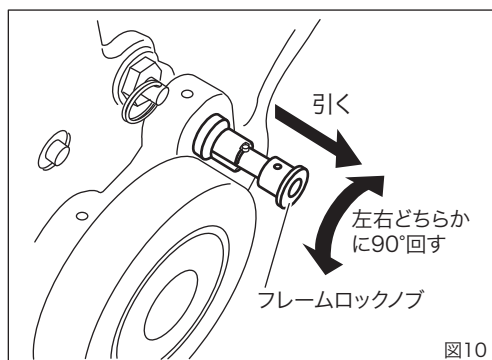
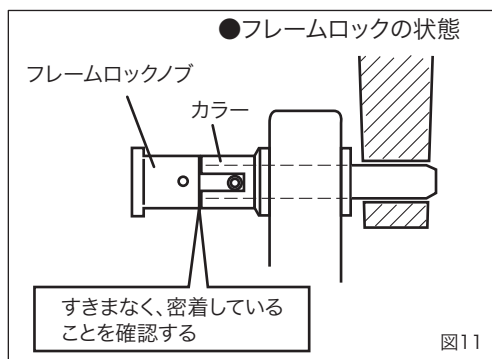

図10
図11
2. フレームロックの操作(図10～図11)
- ①モーター左下部にあるフレームロックノブを引きながら、左右どちらかの方向に90°回転させてください。(図10)
- ②フレームロックノブが出たままの状態になればロックが解除されています。運搬の際は同じ手順でフレームをロックして運んでください。
フレームロックの注意 (図11)